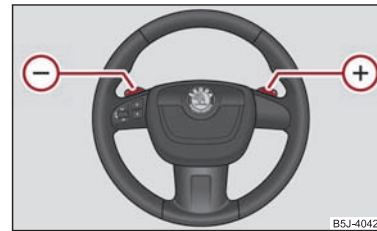

Abb. 102 Multifunktionslenkrad: manuelles Schalten
- Drücken Sie die rechte Schaltwippe ⊕ ⇒ Abb. 102 zum Multifunktionslenkrad.
- Drücken Sie die linke Schaltwippe ⊖ ⇒ Abb. 102 zum Multifunktionslenkrad.